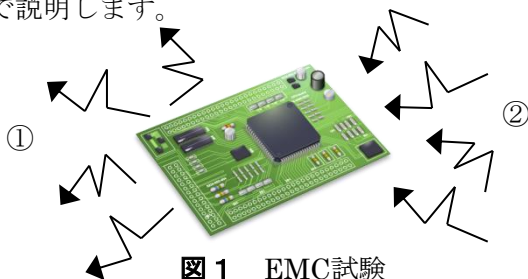

図1 EMC試験
電子機器が他の機器に電磁妨害を与えず、また、電磁妨害を受けても自身が本来の性能を維持できる耐性を有することを、EMC（ElectroMagnetic Compatibility：電磁環境両立性）といいます。EMC試験について、**図1**で説明します。
EMCは、EMIとEMSに分けられます。EMI（ElectroMagnetic Interference：電磁妨害）は、対象機器から放出される電磁ノイズを測定し、電磁妨害により周囲に影響を与えないことを確認する試験です（図1の①）。EMS（ElectroMagnetic Susceptibility：電磁感受性）は、EMIとは逆の意味となり、対象機器が外部から入力される電磁ノイズの影響を受けても誤動作をせず、本来の性能を維持できることを確認する試験です（図1の②）。